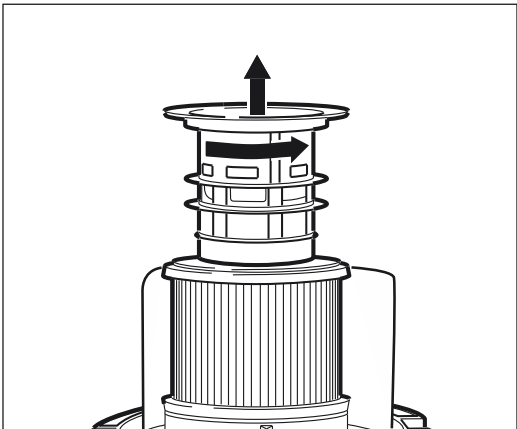

Figure 5
2. Retirer de la cuve la partie haute de la machine et la mettre de côté, le filtre tourné vers le haut (Figure 5).
3. Dévisser l'écrou de retenue du filtre (1) et le déposer ainsi que la rondelle de retenue (2).
4. Sortir le filtre en tirant (3).